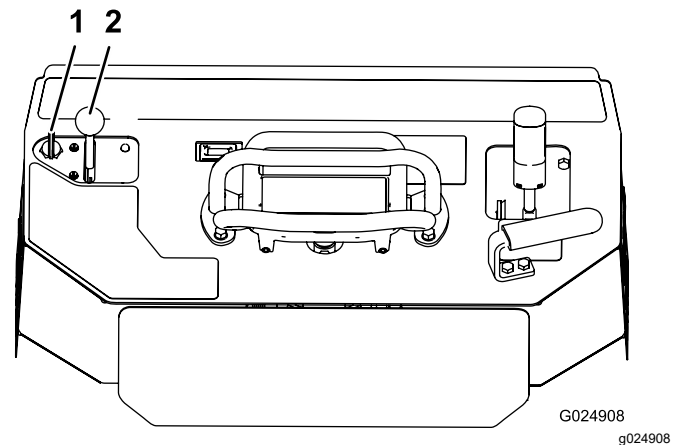

Figura 18
1. Mova a alavanca do acelerador para o meio entre a posição LENTO e a posição RÁPIDO (Figura 18).
2. Rode a chave para a posição LIGAR (Figura 18). Quando o motor arrancar solte a chave.
3. Desloque a alavanca do acelerador para a posição pretendida (Figura 18).